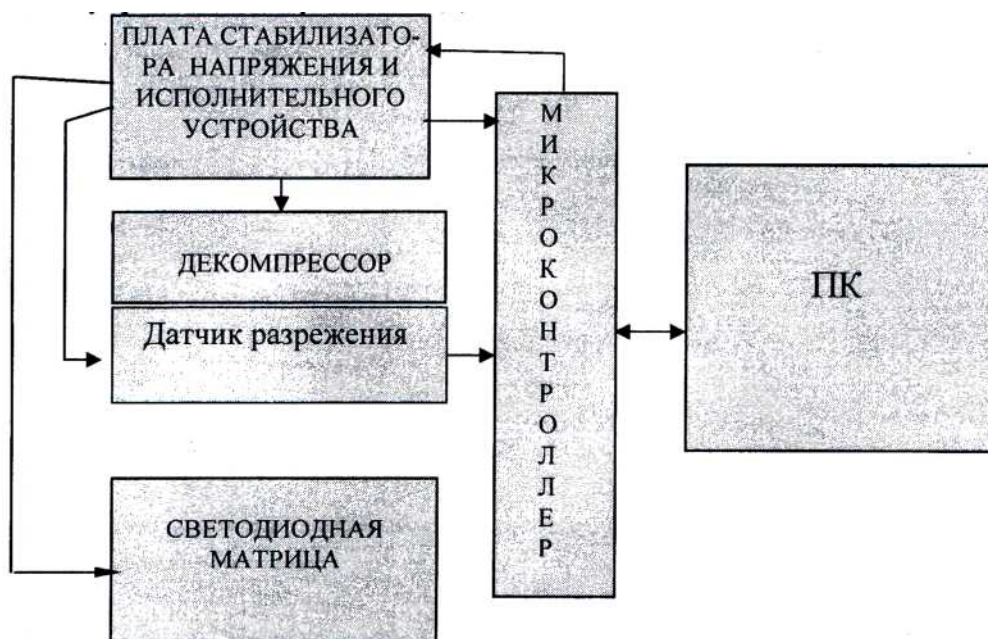

Рис.2. Структурная схема модуля АМВЛ-01
7.2.1. Модуль состоит из следующих конструктивных узлов (Рис.2.):